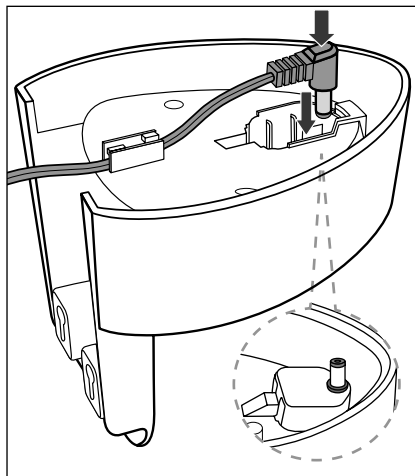

Fig. 2
- Inserire prima il cavo attraverso l'apposita canalina e infilare poi lo spinotto cavo ⑤ nel foro presente sul supporto a parete ③ in modo tale che quest'ultimo sia ben saldo (fig. 2).